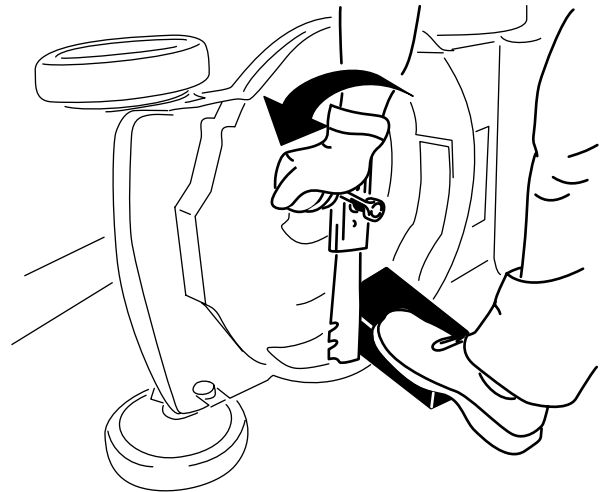

Figure 27
3. Immobilisez la lame avec un morceau de bois (Figure 27).
4. Déposez la lame et conservez les fixations (Figure 27).